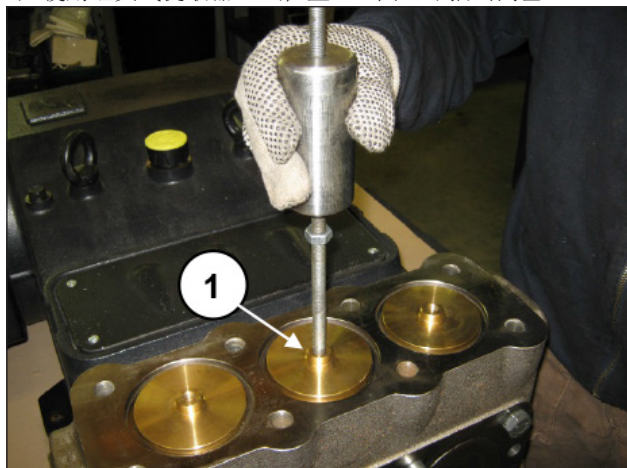

图 90
B) 使用锤头式提取器M10(位置①, 图 90)抽出阀塞。